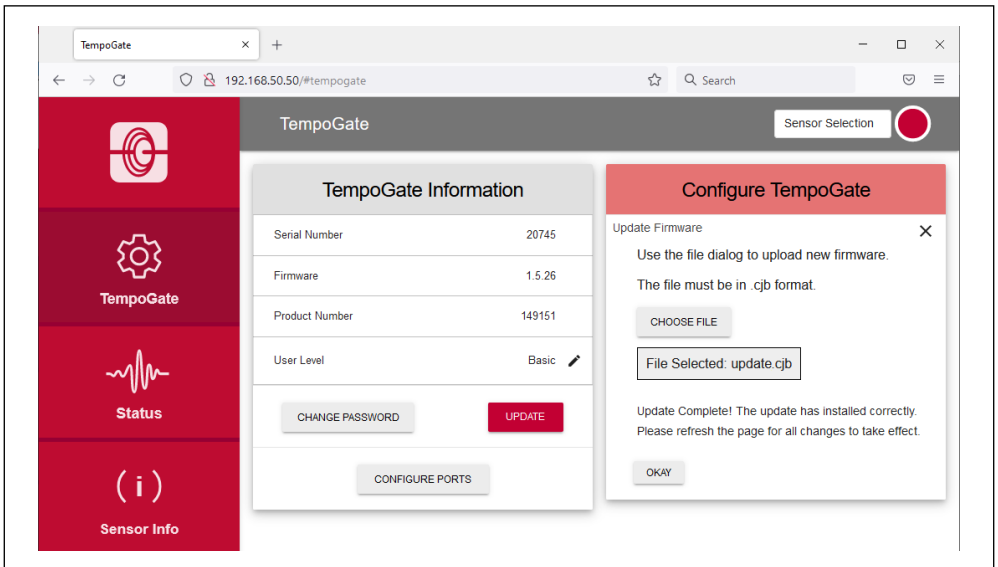

Abb. 34: Firmware-Aktualisierung abgeschlossen
- Nach der Aktualisierung der Firmware wird dies auf der Oberfläche durch den Hinweis „Update Complete!“ angezeigt (Abb. 34).